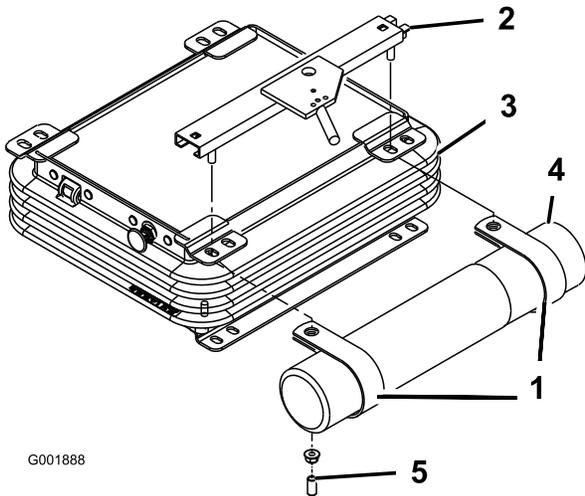

図 7
2. 上シートブラケットをシートサスペンションの左側に固定しているナット2個とビニルキャップを取り外す既に取り付けしていた場合 図 7。
3. 今はずしたナット2個で、Rクランプをシートブラケットのスタッドに仮止めする 図 7。
4. クランプに筒を取り付け、ナットを締め付ける (図 7)。